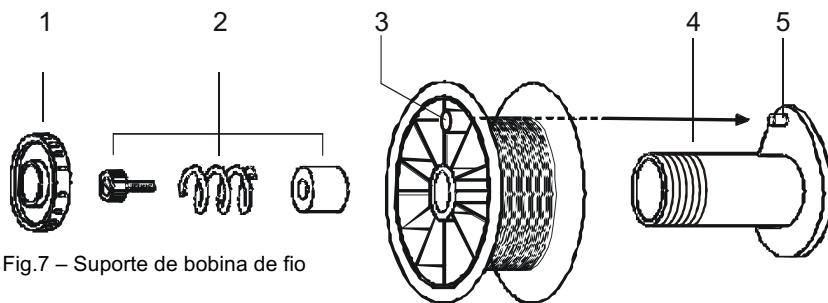

Fig.7 – Suporte de bobina de fio
- Para aplicar a bobina sobre o desenrolador, desapertar a porca de sujeição (1-fig.7) e colocar a bobina de fio verificando se o orifício da bobina (3-fig.7) se aloja no pino (5-fig.7) do desenrolador (4-fig.7) para que o sistema de travagem (2-fig7) se mantenha operativo. Depois de colocada a bobina apertar a porca de sujeição (1-fig.7).
- Seguidamente, deve regular-se o sistema de travagem da bobina ajustando o parafuso de regulação de travagem (2-fig.7) até se verificar que a bobina pára sem deslizamentos ao mesmo tempo que o motor-redutor.